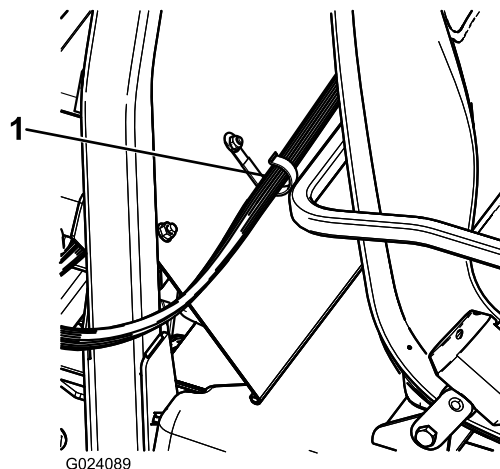

図 17
- Jクリップ 2 個を運転席後ろに取り付ける ボルト $\frac{1}{4}$ x 1" 1 本とナット $\frac{1}{4}$ " 1 本を使用する 図 17。